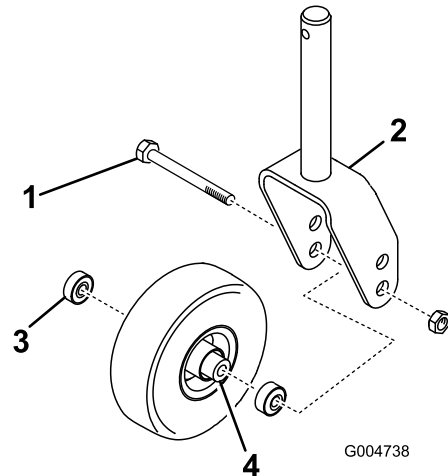

図 25
1. キャスタ・ホイール・アセンブリをキャスト・フォークの間に保持しているボルトのロックナット (図 25) を外す。キャスト・ホイールをつかんでおいて、ボルトをフォークまたはピボット・アームから抜き取る。
2. ホイールのハブからベアリングを外して、ベアリング・スペーサを床に落とす (図 25)。ホイール・ハブの反対側にあるベアリングを取る。